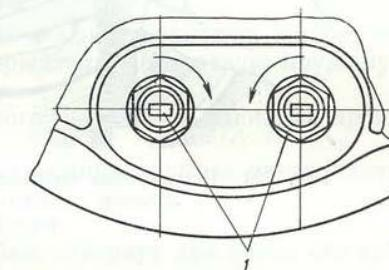

Рис. 223. Положение меток на опорных пальцах тормозных колодок заднего колеса:
1. Установить опорные пальцы колодок в положение, при котором метки 1 (рис. 223) на их торцах будут обращены друг к другу.